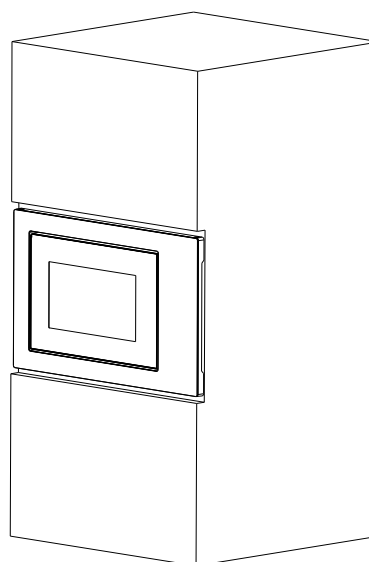

Figura 2
2. Împingeți cuptorul cu microunde până la capăt în interior (figura 2).